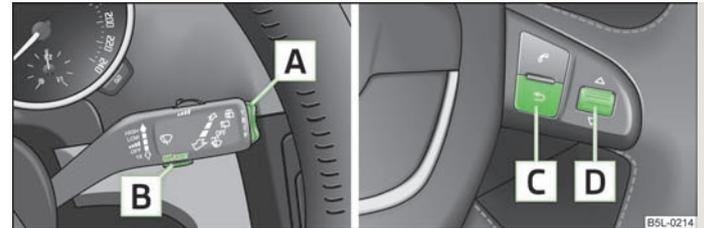

Abb. 6 Multifunktionsanzeige: Bedienungselemente am Scheibenwischerhebel / Bedienungselemente am Multifunktionslenkrad
Das Umschalten des Speichers erfolgt mithilfe der Taste » Abb. 6 am Scheibenwischerhebel oder mithilfe des Einstellrads » Abb. 6 am Multifunktionslenkrad.
Die Wipptaste » Abb. 6 und die Taste befinden sich am Scheibenwischerhebel. Das Umschalten und Zurücksetzen am Multifunktionslenkrad erfolgt mit dem Einstellrad .
Sinkt die Außentemperatur unter +4 °C, erscheint vor der Temperaturanzeige ein Schneeflockensymbol (Glatteiswarnung) und es ertönt ein Warnsignal. Nach dem Drücken der Wipptaste **A** am Scheibenwischerhebel » Abb. 6 bzw. der Taste **C** am Multifunktionslenkrad » Abb. 6 wird die Funktion dargestellt, die zuletzt angezeigt wurde.
Im Display erscheint die Fahrzeit, die seit dem letzten Löschen des Speichers vergangen ist. Wenn man die Fahrzeit von einem bestimmten Zeitpunkt an messen möchte, dann muss zu diesem Zeitpunkt der Speicher durch Drücken der Taste **B** am Scheibenwischerhebel » Abb. 6 oder des Einstellrads **D** am Multifunktionslenkrad » Abb. 6 für länger als 1 Sekunde, auf null gesetzt werden.
Wenn man den durchschnittlichen Kraftstoffverbrauch für einen bestimmten Zeitabschnitt messen möchte, dann muss zu Beginn der Messung der Speicher mit der Taste **B** am Scheibenwischerhebel » Abb. 6 oder mit dem Einstellrad **D** am Multifunktionslenkrad » Abb. 6 auf null gesetzt werden. Nach dem Löschen erscheinen im Display auf den ersten 100 m der Fahrstrecke Striche.
Im Display erscheint die zurückgelegte Fahrstrecke, die seit dem letzten Löschen des Speichers » Seite 15 vergangen ist. Wenn man die zurückgelegte Fahrstrecke von einem bestimmten Zeitpunkt an messen möchte, dann muss zu diesem Zeitpunkt der Speicher durch Drücken der Taste  am Scheibenwischerhebel » Abb. 6 oder des Einstellrads  am Multifunktionslenkrad » Abb. 6 auf null gesetzt werden.
Im Display wird die Durchschnittsgeschwindigkeit in km/h seit dem letzten Löschen des Speichers angezeigt » Seite 15. Wenn man die Durchschnittsgeschwindigkeit für einen bestimmten Zeitabschnitt messen möchte, dann muss zu Beginn der Messung der Speicher mit der Taste  am Scheibenwischerhebel » Abb. 6 oder mit dem Einstellrad  am Multifunktionslenkrad » Abb. 6 auf null gesetzt werden.
- › Mit der Taste **A** am Scheibenwischerhebel » Abb. 6 oder mit dem Einstellrad **D** am Multifunktionslenkrad » Abb. 6 den Menüpunkt **Warnung bei Geschwindigkeitsüberschreitung** wählen.